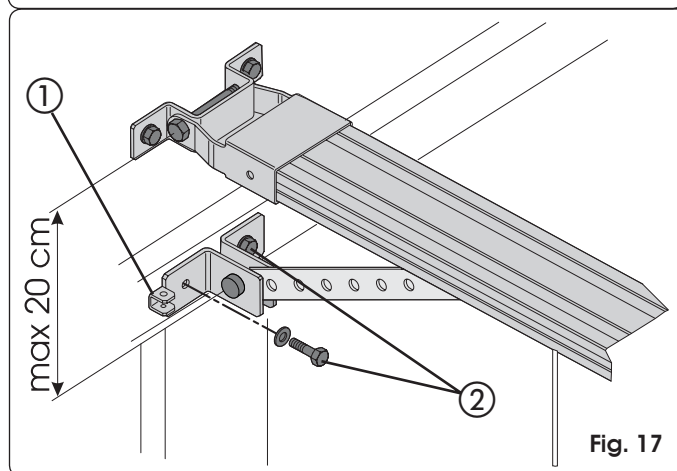
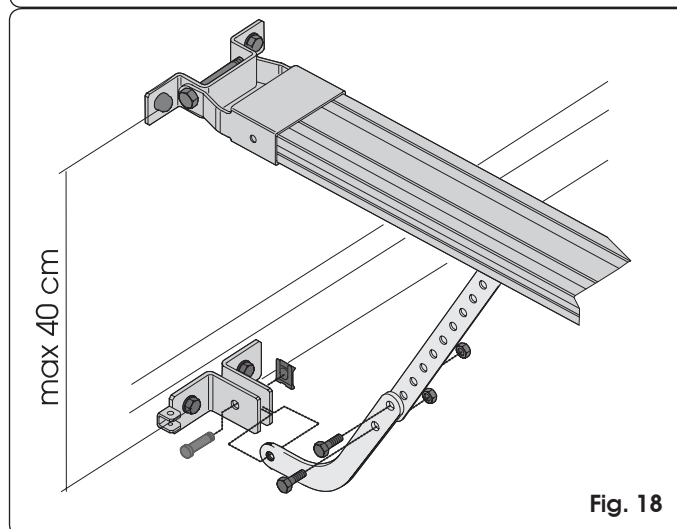

Fig. 17
Fig. 18
Posizionare l'attacco sulla porta in modo che il passante del cavetto di sblocco si trovi rivolto verso il lato sinistro della porta (rif. ① Fig. 17).
- 4) Controllare che la distanza tra gli interassi dei fori di fissaggio dell'attacco anteriore e dell'attacco sulla porta non sia superiore a 20 cm (Fig. 17). Per un corretto funzionamento dell'automazione, si consiglia di evitare inclinazioni del braccetto superiori a 30° rispetto alla guida di scorrimento. Se si utilizza il braccetto curvo per porte sezionali (opzionale) eseguire l'assemblaggio con il braccetto dritto del carrello come indicato in Fig. 18. Per migliorare l'efficienza del sistema antischacciamento, si consiglia di fissare l'attacco sulla porta sezionale il più in basso possibile, senza superare però la distanza di 40 cm dall'attacco anteriore dell'operatore.
- 5) Tracciare, forare e fissare l'attacco alla porta, tramite le viti (rif. ② Fig. 17) **NON** fornite a corredo.